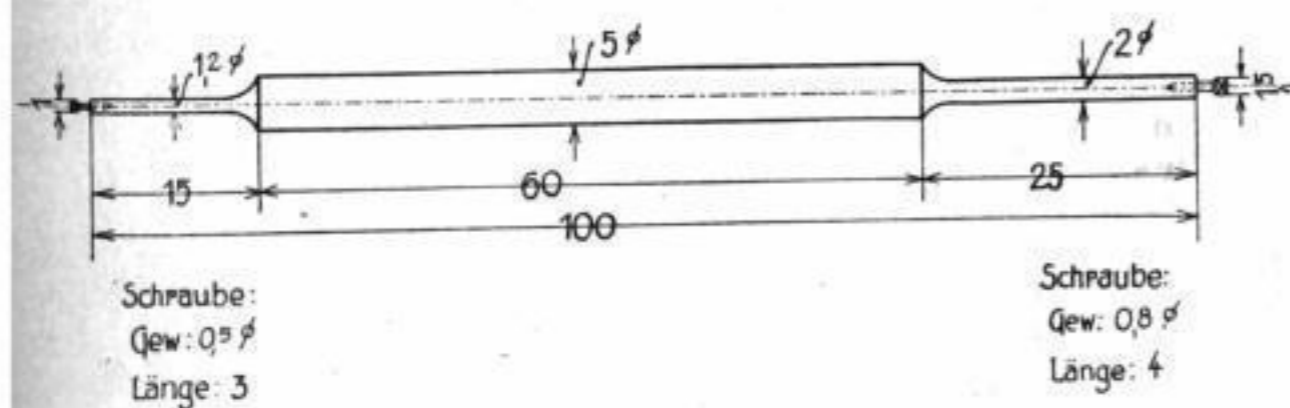
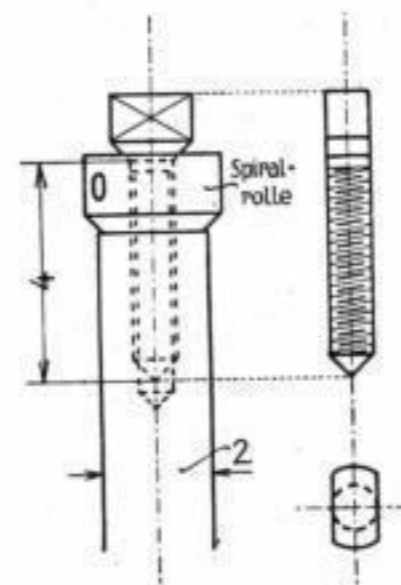

Abb. 2
Abb. 3
2. Lehrjahr: Einen Spiralrollenhalter zum Anstiften der Spiralfeder anfertigen nach Abb. 2. Material Rundstahl, an den Enden blauhart. Zur besseren Darstellung der beiden Enden gibt Abb. 3 eine Vergrößerung. Der Senkkopf der Schrauben ist von zwei Seiten abgeflacht, um die Schrauben mit der Spiralzange bequem anschrauben zu können. Der Griffansatz von 5 mm ist nur zu schleifen (nicht polieren), um ein besseres Festhalten zu sichern.